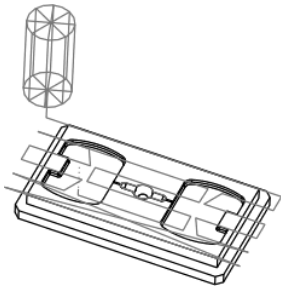

图 10.4.55 刀具路径
- Step2. 单击“播放路径”对话框中的  按钮，观测刀具的行走路线，如图 10.4.55 所示，单击 **CL 数据** 栏可以查看生成的 CL 数据。